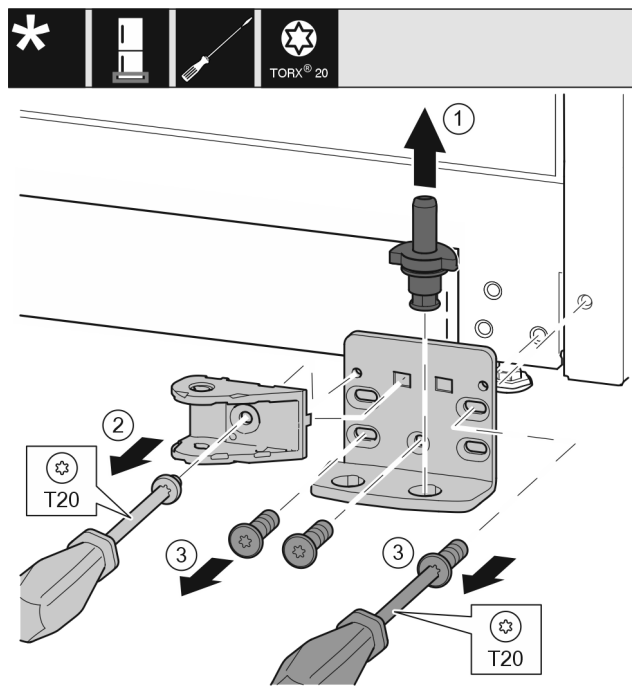

Fig. 32
- ▶ Опорний гвинт цілком витягніть рухом вгору. Fig. 32 (1)
- ▶ Викрутіть гвинт за допомогою викрутки T20 та зніміть з'єднувальний елемент демфера. Fig. 32 (2)
- ▶ Викрутіть гвинти за допомогою викрутки T20 та зніміть опорний кронштейн. Fig. 32 (3)